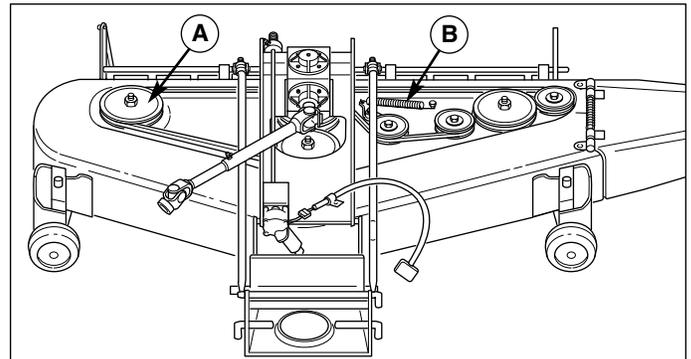

Figure 40. Tondeuse de 152 cm – Couvercles retirés
3. A l'aide d'un crochet ressort ou d'une boucle de ficelle, libérer le ressort du bras de galet tendeur de la courroie (B, figure 40).
4. Retirer la courroie de la poulie d'entraînement côté droit (A, figure 40). Puis, enlever la courroie des autres poulies de la tondeuse.